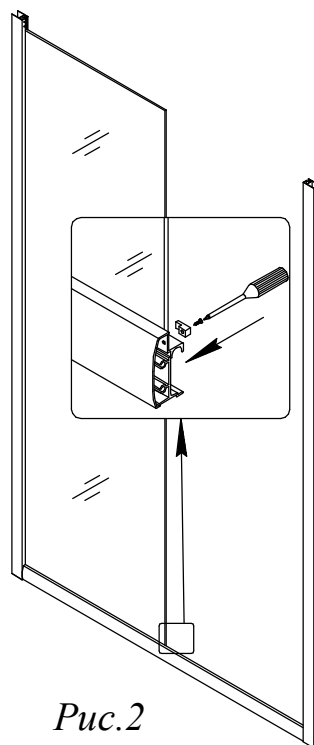

Рис.2
Вставьте стекло (5) в пазы профилей и закрепите на нижнем профилем при помощи держателя (16) и шурупа (12) (Рис. 2).